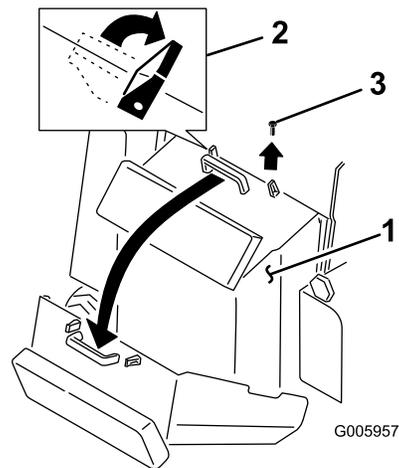

Figura 23
- Abra las dos pestañas de cierre de la parte superior del panel de acceso trasero (Figura 23).
- Retire el perno situado junto a la pestaña de cierre derecho (Figura 23).
- Sujete el asa y tire del panel hacia arriba y hacia atrás para abrirlo (Figura 23).